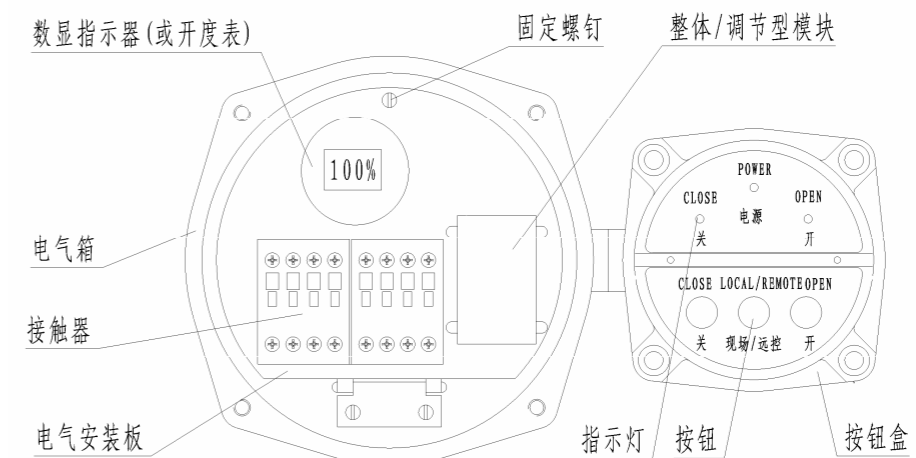

图 6 整体型/整体调节型电气部分结构
5.8.1 整体型：控制系统与电动装置集合于一体称为整体型电动装置，其电气部分主要由整体型模块、按钮盒、开度表（或数显指示器）、接触器等组成，见图 6。电气元件安装在一块可翻转的板上，以便对力矩控制机构、行程控制机构、开度指示机构进行调整。按钮盒上有三个按钮，中间为现场/远控转换按钮，其左边为现场关阀按钮，右边为现场开阀按钮，盖上按钮盒盖为远方控制，远程为 24VDC 开关触点控制（24VDC 已内供），打开盖子为现场操作。